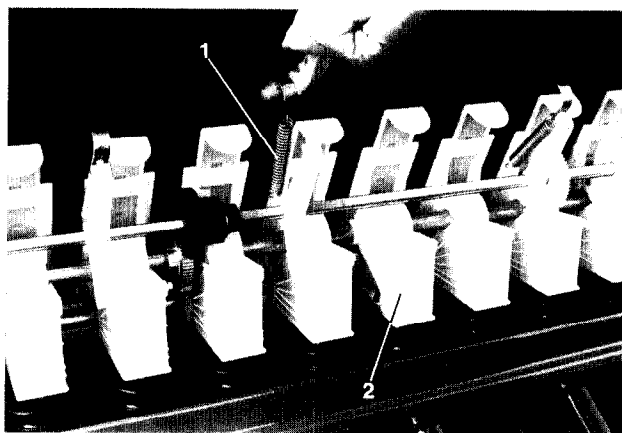

Fig. 102
- Såhjul-Køresporsskiftets mellemaksel (hvis den forefindes) klappes ned med drejelejerne efter at trækfjedrene (Fig. 102/1) er løsgjort.
- Tryklejet (Fig. 102/2) tages af efter at trækfjederen er spændt af.